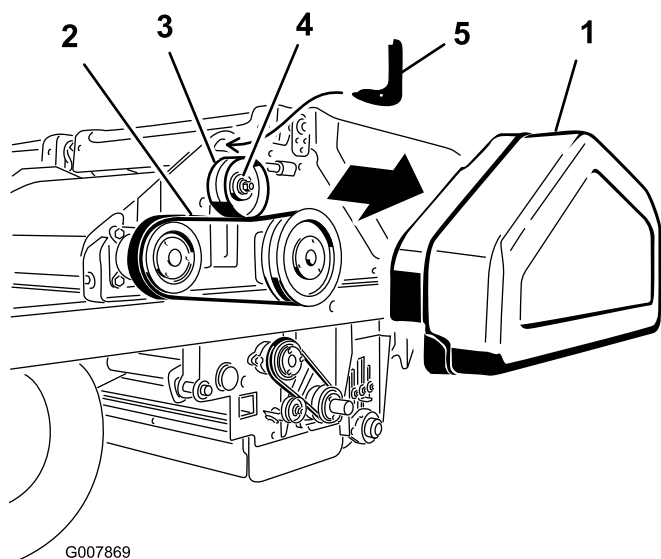

Figure 56
1. Retirez le couvercle de courroie (Figure 56).
2. Desserrez l'écrou sur la poulie de tension (Figure 56).
3. Insérez le bout crochu du tendeur de courroie dans le trou au-dessus de la poulie de tension (Figure 56). Appuyez le bas courbe de l'outil sur la poulie de tension.
4. Insérez l'embout d'entraînement d'une clé dynamométrique de 1/2" dans le trou du tendeur de courroie (Figure 56).
5. Tournez le tendeur vers vous jusqu'à obtention d'un couple de 5,7 Nm, puis tout en maintenant ce couple, serrez l'écrou de la poulie (Figure 56).